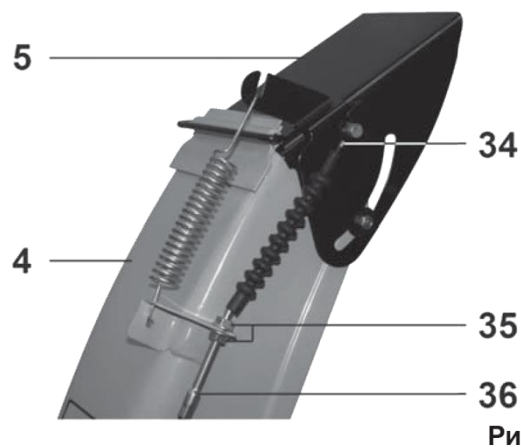

Рис. 12
6.6. Установка тросика привода дефлектора желоба (Рис. 12).